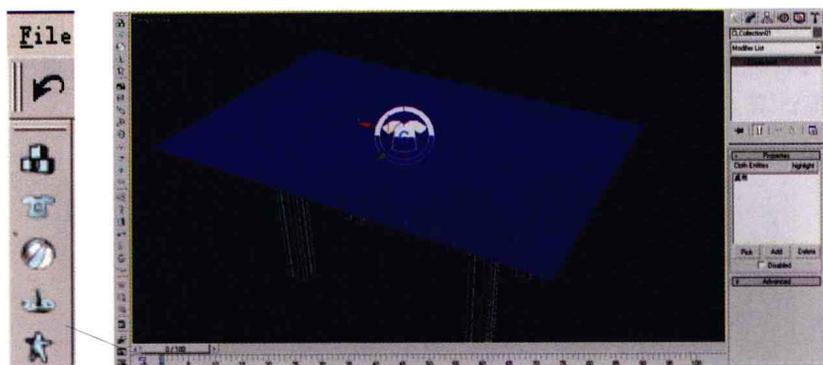

图 1-30
4. 选中【Plane】（平面）然后再选取左边【Reactor】命令面板中的 ，它会自动将桌布添加到它的采集器中去。如图 1-30 所示。